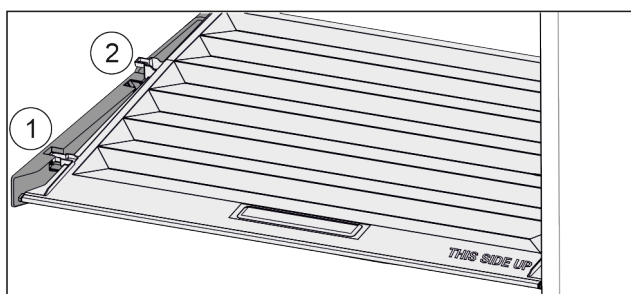

Fig. 138
- Deslice la tapa hacia delante hasta la abertura de las piezas de sujeción Fig. 138 (1).
- Levántela por detrás desde abajo y retírela tirando hacia arriba Fig. 138 (2).